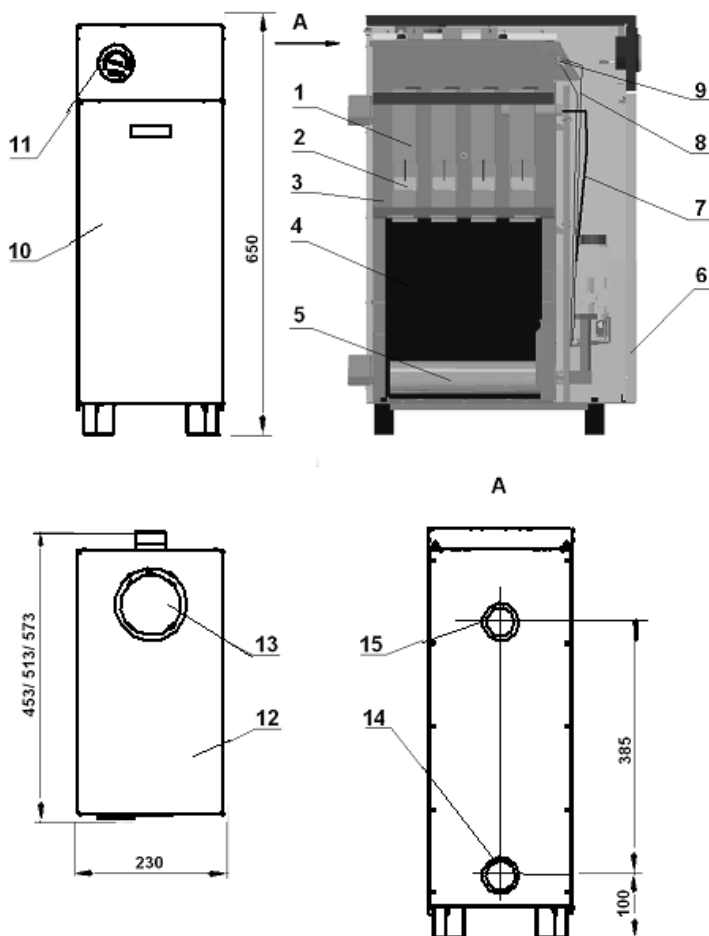

Рис.1 Котлы КС-Г-7S-Э/10S-Э/12S-Э/7T-Э/10T-Э/12T-Э
5.2.2 Котлы КС-Г ... (рис.1, 2, 3) состоят из прямоугольной топки 4 с дымогарными трубами 1. Вокруг дымогарных труб 1 имеется водяная рубашка 3. Через дымогарные трубы 1 дымовые газы, выходящие из топки 4, направляются к дымоходу 13. В дымогарных трубах 1 расположены турбулизаторы 2, увеличивающие отбор тепла и КПД котла.
Остальное см. рис. 1
На фронтальном щитке УГ имеется смотровое отверстие, закрываемое заслонкой, через которое осуществляется наблюдение за процессом горения. Автоматика безопасности: датчик тяги 9 рис.1(на дымоходе котла) и термопара 4 предназначены для прекращения подачи газа к основной и к пилотной (запальной) горелке 2 при отсутствии тяги в дымоходе, прекращении подачи газа или погасании пилотной (запальной) горелки.